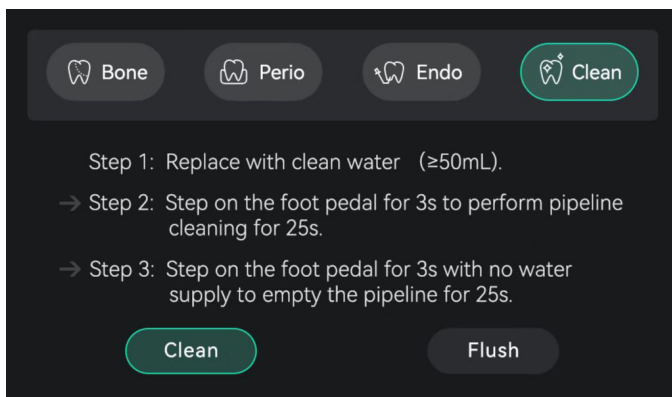
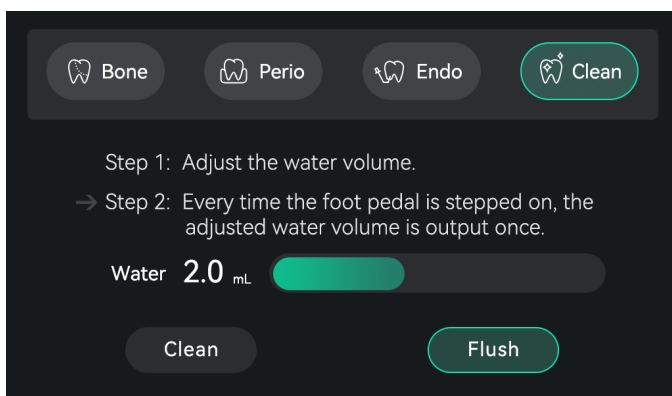

Рис.11
Рис.12
Как показано на рисунках 11 и 12, когда в зеленой рамке выбрано название режима «Clean» (Очистка), устройство находится в режиме очистки. В этом режиме аппарат выполняет только функцию подачи воды, ультразвуковая вибрация не выводится. Режим разделен на «Cleaning mode» (Режим очистки) и «Flush mode» (Режим промывки). «Cleaning mode» (Рис. 11) используется для промывки системы чистой водой после завершения операции. «Flush mode» (Рис. 12) позволяет настраивать фиксированный объем воды, подаваемый при каждом нажатии на педаль.
7.2.4 Функция CLEAN (Очистка) (Рис. 11)
7.2.5 Функция FLUSH (Промывка) (Рис. 12)